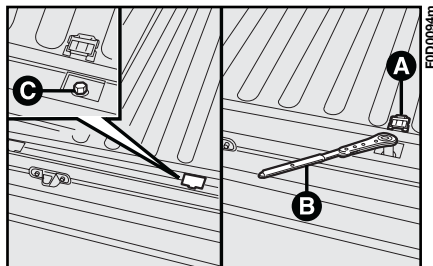
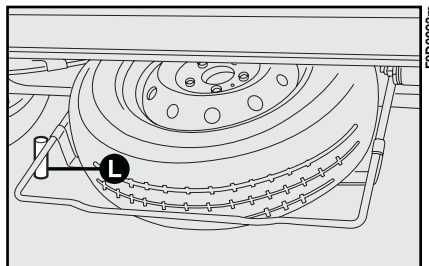
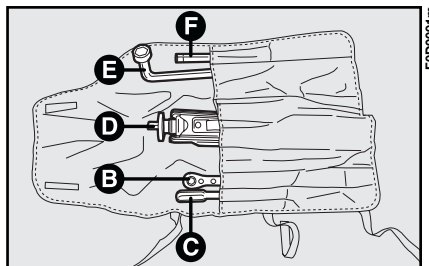

Abb. 2
Abb. 4
Abb. 5
– die beiden Kunststoffstopfen **A**, **Abb. 2** entfernen;
– Mit dem Ratschenschlüssel **B** und der Verlängerung **F**, **Abb. 5** die beiden sichtbar werdenden Bolzen **C**, **Abb. 2** herausdrehen;
– Die Radhalterung mit dem Schlüssel **E**, **Abb. 5** aus ihrem Sitz **L**, **Abb. 4** in der linken Flanke der Halterung aushaken und das Rad unter der Ladepritsche entnehmen.
2) Mit der Drehvorrichtung **D**, **Abb. 5** den Wagenheber ein wenig öffnen.
5) Die Verlängerung **F**, **Abb. 5** und den Ratschenschlüssel **B** des Wagenhebers einführen und das Fahrzeug so weit anheben, bis das auszutauschende Rad einige Zentimeter über dem Boden steht. Bei der Hin- und Herbewegung des Ratschenschlüssels ist darauf zu achten, dass die Bewegung frei und ohne Abschrägungen an der Hand durch Berührung mit dem Boden erfolgen kann.